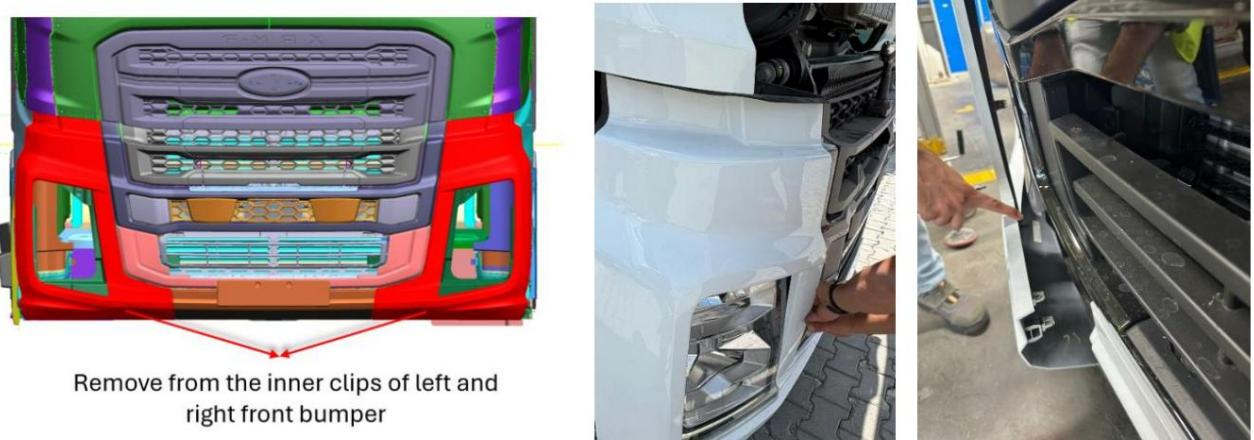

Figure 1 : Ouverture du carénage du pare-chocs avant droit et gauche
6. Séparez les carénages de pare-chocs avant droit et gauche du côté central et retirez-les du véhicule. (Figure 1)